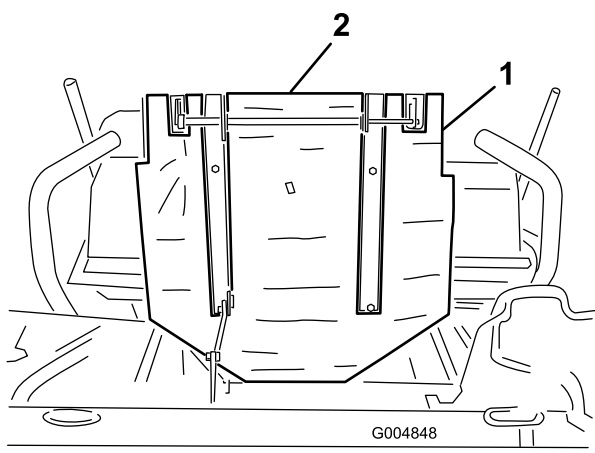

Figure 6
8. Retirez la pellicule protectrice et appliquez l'écran thermique autocollant sur le fond de la plaque de montage du siège (Figure 6).
10. Retirez la pellicule protectrice et appliquez l'écran thermique autocollant de 2 x 10 pouces entre les verrous du siège au fond de la plaque de montage du siège (Figure 6).